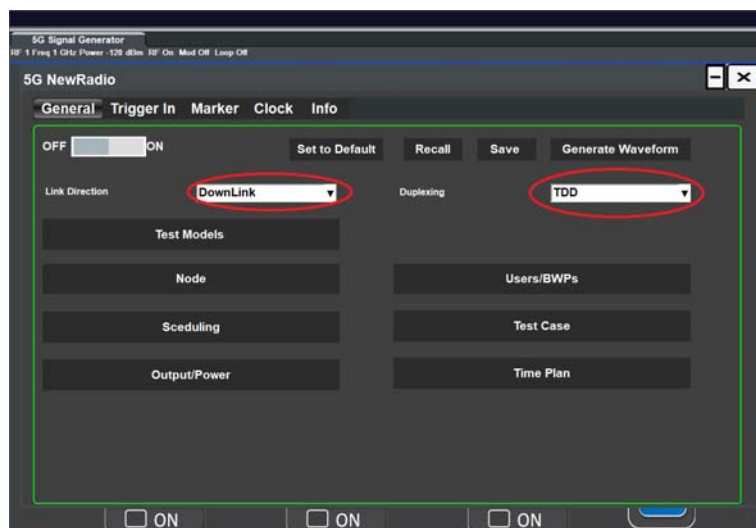

图 4.4 5G NR 配置界面
- 点击 5G NR 进入内部设置界面，如图 4.4 所示。